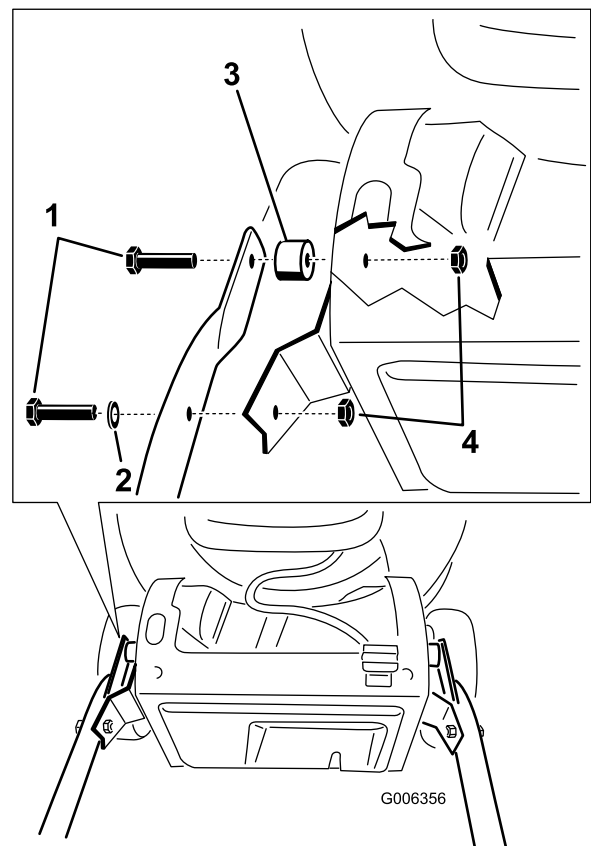

Figura 4
2. Montate la stegola sulla scocca del tosaerba (Figura 4) con i 4 bulloni, i 4 dadi di bloccaggio, i 2 distanziali e le 2 rondelle curve forniti nel sacchetto delle parti sciolte.